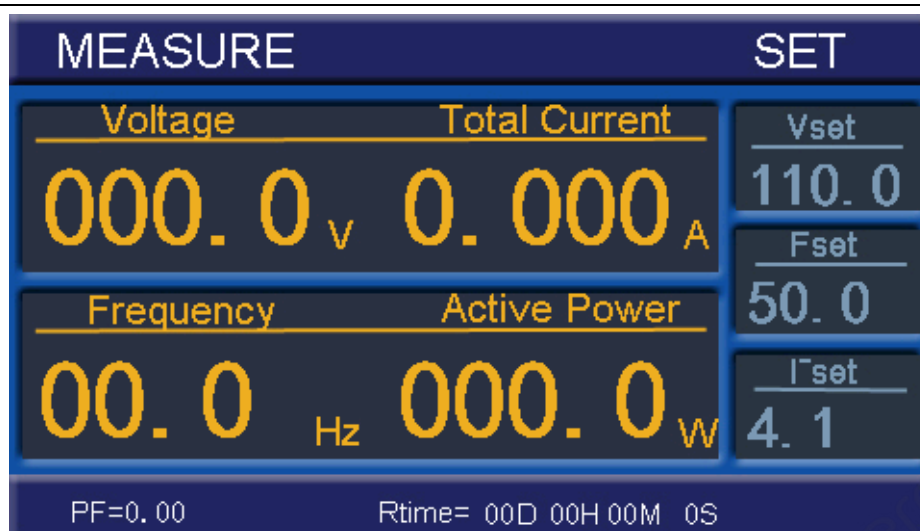

图 5 电源设置状态
5.1.2.2 按 **Fset** 键，进入频率设置状态（如图 5 所示），通过 ▲ 键、▼ 键或者飞梭旋钮，对频率参数值进行设置。参数设置完毕后按 **STOP** 键可返回待机状态。